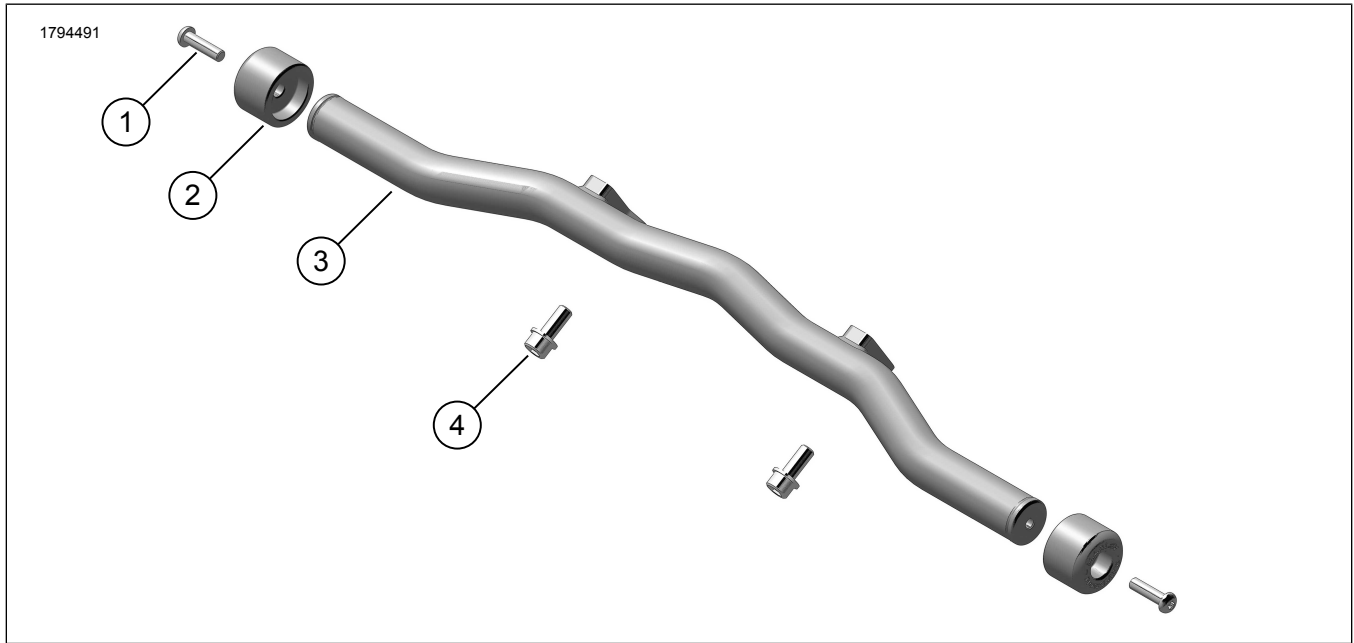

Figure 1. Contenu du kit : Guidon Flat-Out
1. Voir la figure 1. Installer les butées (2) et les vis (1) à la barre (3). Serrer.